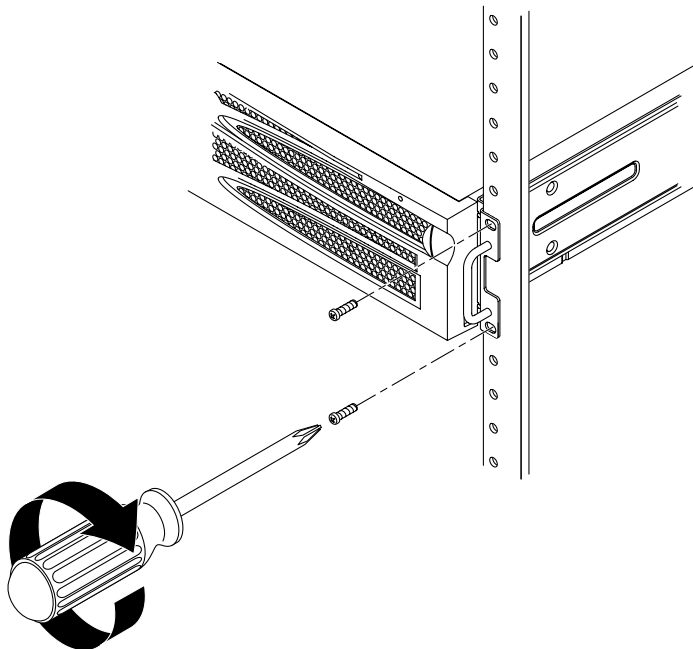

BILD 3-4 Skruva fast serverns framsida i racket
7. Använd två skruvar per sida och skruva fast den främre delen av de fasta skenorna som sitter på serverns sidor på rackets framsida (BILD 3-4).